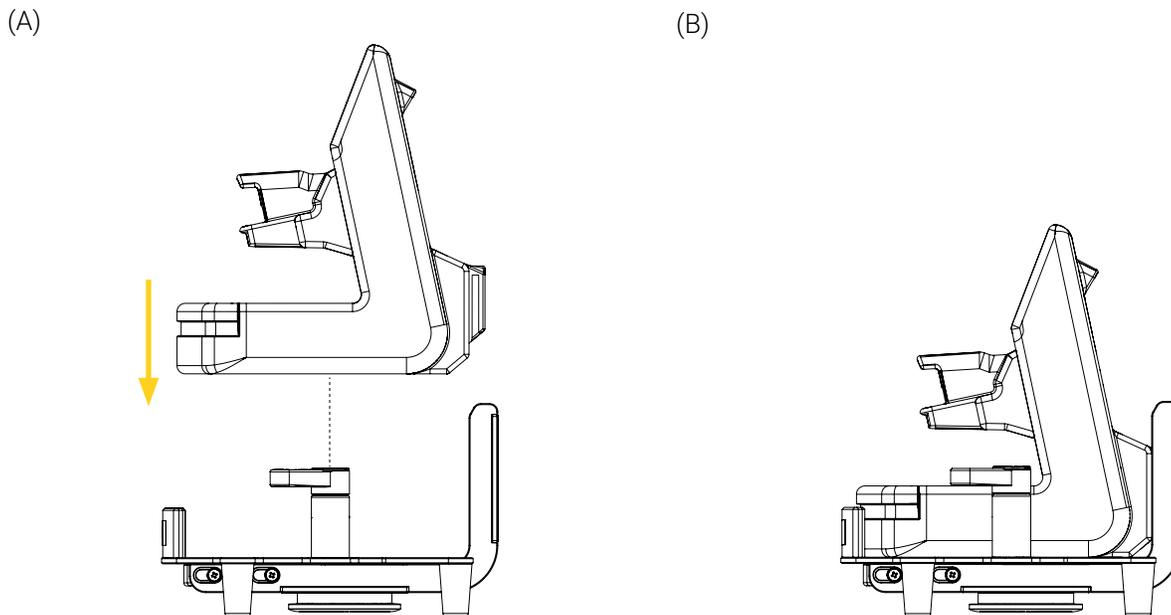

Figure 9: Installation de l'appareil médical dans le support de fixation avec micro disque inférieur
2. Insérer l'appareil médical dans le support de fixation à l'aide de la poignée (Figure 9).